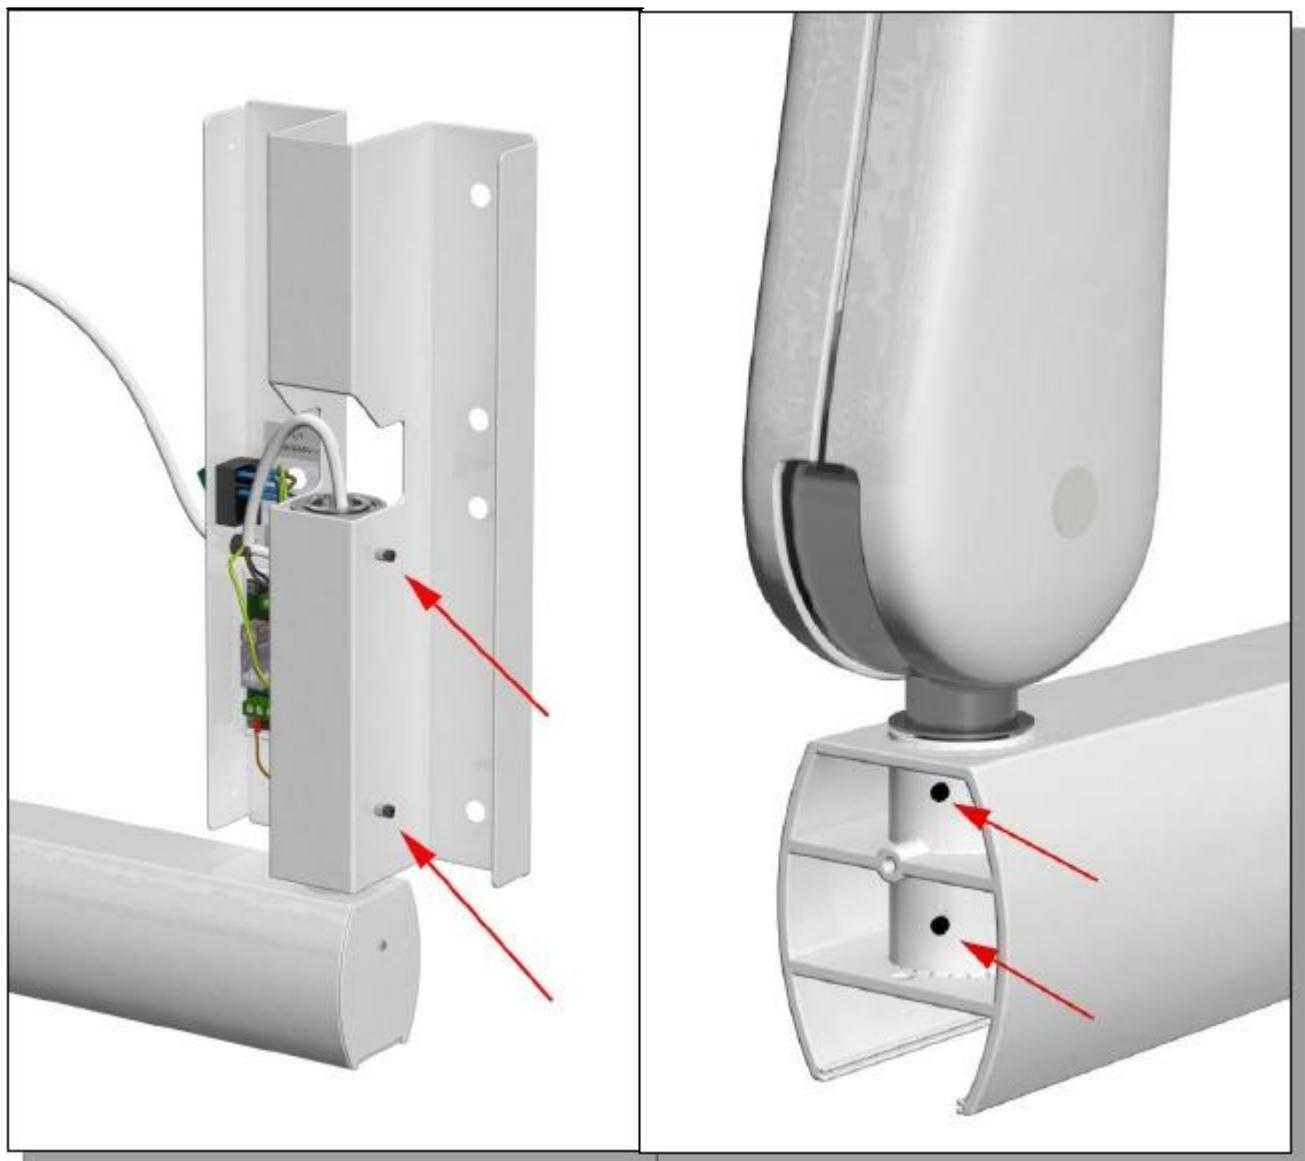

Рис.10
- ✓ Если необходимо отрегулировать болты крепления к стене (**A**) и опорного плеча (**B**) сделайте так, как показано на рис.10 .